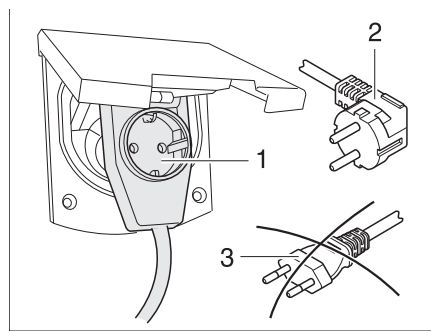

Bild 309 Anslutning till en vinkelkontakt med uttag
- Om en CEE 17 vinkelkoppling med uttag på baksidan (Bild 309,1) används, ska endast en gummerad och förseglad IP 44-kontakt med jordad kontakt (Bild 309,2) användas. Använd inte någon kontakt utan jordad kontakt (Bild 309,3). Risk för strömstötar!